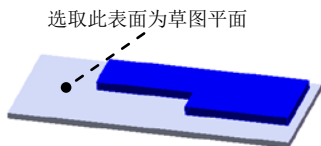
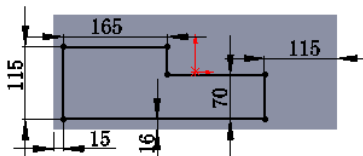

图 17.7.5 凸台—拉伸 2
图 17.7.6 横断面草图
(3) 定义拉伸深度属性。采用系统默认的拉伸方向；在 **方向1** 区域的下拉列表中选择 **给定深度** 选项，在 **D1** 文本框中输入 10.0。
(4) 单击 **✓** 按钮，完成凸台—拉伸 1 的创建。
Step3. 创建图 17.7.5 所示的零件基础特征——凸台—拉伸 2。选择下拉菜单 **插入(I)** → **凸台/基体(B)** → **拉伸(E)...** 命令；选取图 17.7.5 所示的模型表面作为草图平面，绘制图 17.7.6 所示的横断面草图。采用系统默认的拉伸方向，在 **方向1** 区域的下拉列表中选择 **给定深度** 选项，在 **D1** 文本框中输入 14.0，并选中 **合并结果(M)** 复选框。